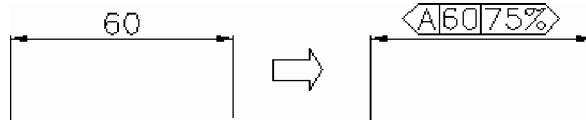

Fig. 6.73 Plasarea unei cote de control
- Plasarea unei cote pentru control – Fig. 6.73.